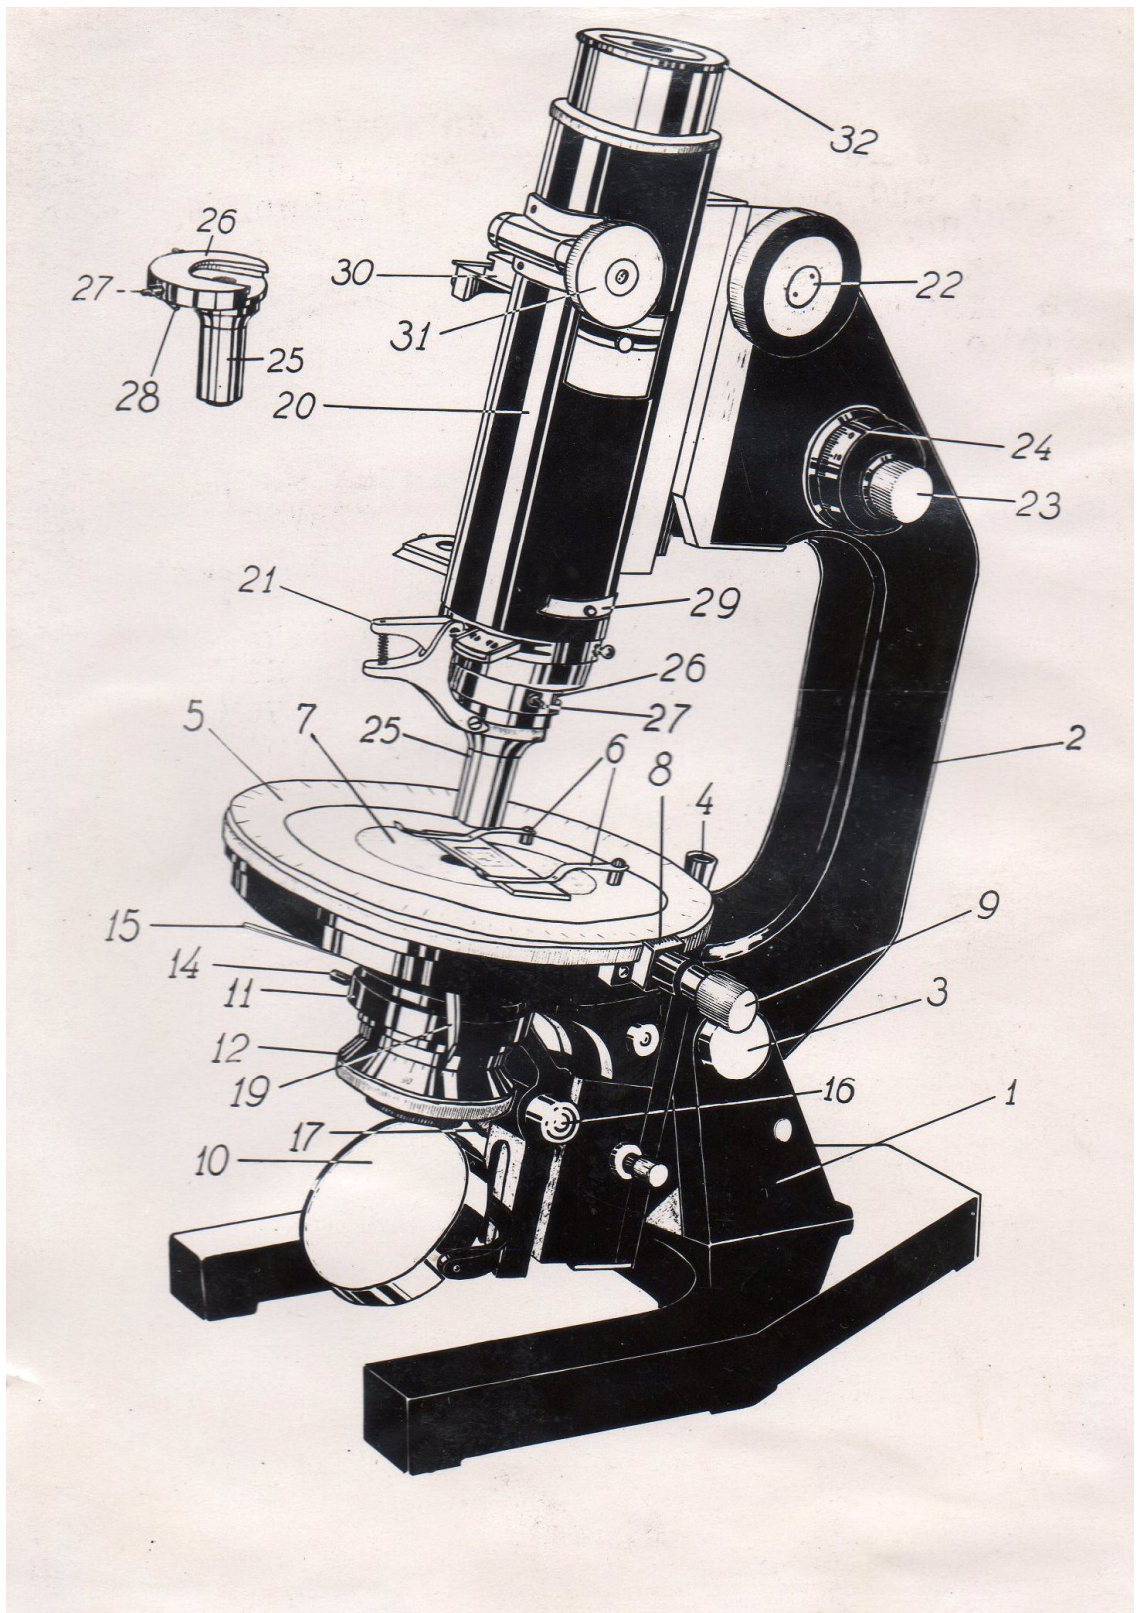

Рис.1.
Все оптические детали микроскопа укреплены на штативе, состоящем из нижней части – основания (1) – и верхней – дуги (2). Эти две части штатива скреплены между собой зажимным винтом (3) и гайкой с рукояткой (4), которая находится справа (при работе микроскоп становится выпуклой частью дуги к себе) (рис.1).